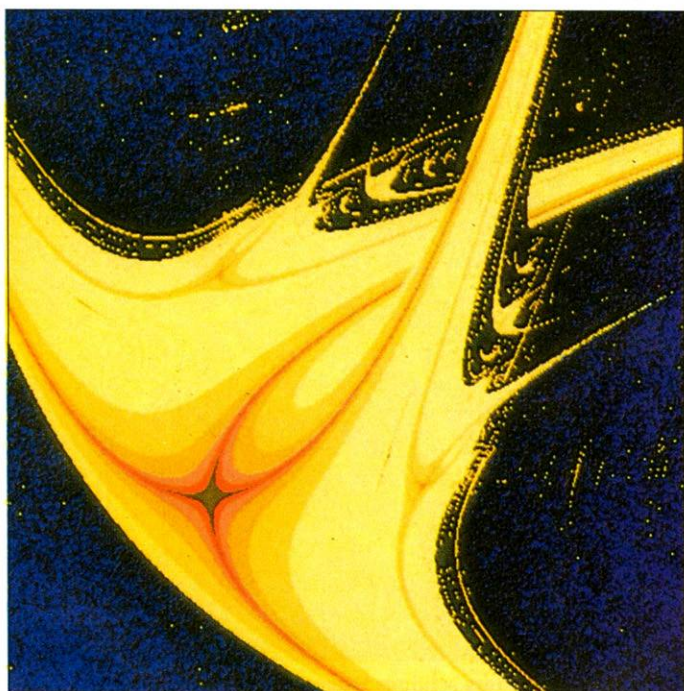

Bild 3. Der neue Fraktal-Algorithmus zeigt Bevölkerungswachstum unter Umwelteinflüssen, hier auf der EGA-Karte.
Bild 2. Bei einem konstanten Umwelteinfluß, der einen Wert größer als 3,57 darstellt, ist das Ergebnis chaotisch: Steinbeißers werden jedes Jahr mit einer nicht vorhersehbaren Menge an Nachwuchs konfrontiert. Hier verwendet: $r=3,913$. Im EGA-Bild (Bild 3 und 4) liegt dies im blauen Bereich.
- In Vergrößerungen desselben Bildes, aber auch in Ausschnitten völlig anderer Sequenzen zeigen sich einander ähnliche Gebilde. Diese Eigenschaft heißt »Selbstähnlichkeit« (Beispiel: Bild 3 und 4).